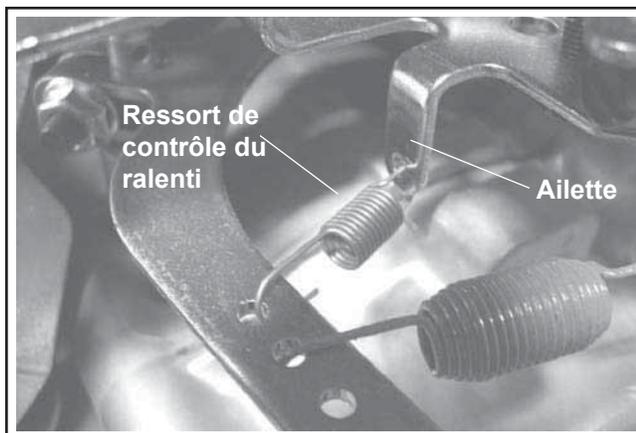

Figure 5-14. Position du ressort de contrôle du ralenti.
Dans certains moteurs, on fournit un système de contrôle du ralenti en option. Ce système est finalisé à garder le régime du ralenti souhaité indépendamment des conditions environnementales (température, charge parasite, etc.) susceptibles de changer. Les moteurs ayant cette caractéristique contiennent un petit ressort secondaire entre le levier du régulateur et l'ailette de réglage inférieure de la bride principale. Voir la Figure 5-14.
3. Relâcher le levier du régulateur et permettre au moteur de revenir au ralenti contrôlé. Le vérifier à l'aide d'un tachymètre en faisant une comparaison avec le régime du ralenti recommandé par le fabricant de l'équipement. Le régime de ralenti contrôlé (tr/min) est normalement plus grand de 300 tr/min (environ) que le régime de ralenti à vide. S'il faut effectuer un réglage, plier l'ailette de réglage sur le groupe de contrôle du régime. Voir la Figure 5-14.